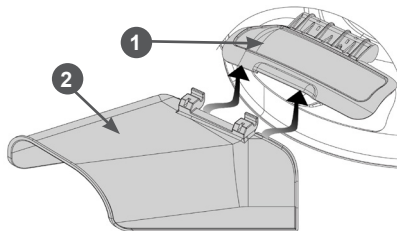

Рис. 4 Установка направляющей бокового выброса травы
4. Установите направляющую бокового выброса травы. Для этого одной рукой поднимите крышку 1 бокового выброса травы, другой рукой зацепите крючки направляющей 2 бокового выброса за ось крышки 1, после чего отпустите направляющую 2 и медленно отпустите крышку 1 отверстия бокового выброса (Рис. 4).